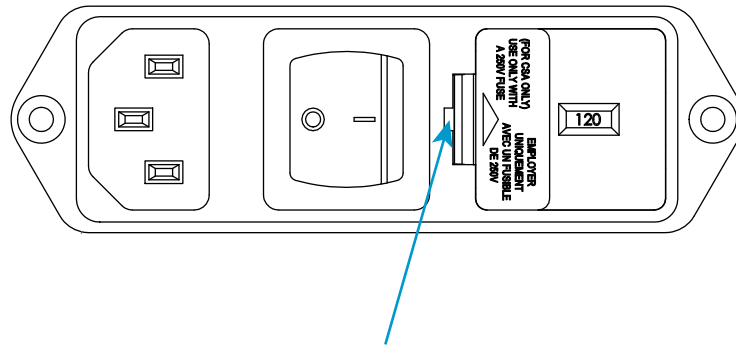

Abbildung 5. Herausdrücken des Sicherungshalters
1. Stellen Sie sicher, dass der Netzschalter in der Aus-Stellung (0) steht und ziehen Sie das Netzkabel aus der Netzsteckdose heraus. Stellen Sie sicher, dass keine LEDs an der Anzeigenkonsole leuchten.
2. Haken Sie mit dem flachen Schraubendreher in den in Abbildung 5 auf Seite 40 gezeigten Schlitz und drücken Sie den Sicherungshalter heraus.